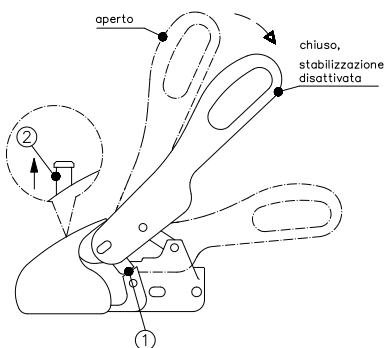

Figura 4
Per manovrare il rimorchio si prega di utilizzare le maniglie di appoggio applicate al rimorchio anziché la leva di manovra del WS 3000/WS 3500. Il giunto sferico aperto viene posto sul gancio a sfera del veicolo trainante (figura 4). A causa del carico verticale e dell'eventuale carico aggiuntivo del timone, il giunto sferico si richiude automaticamente e le linguette di sicurezza laterali (1) si trovano in posizione parallela rispetto alle superfici di sicurezza situate sulla gabbia (figura 4). Quando la sfera del giunto si trova nella gabbia del giunto, è possibile vedere la spina di colore verde dell'indicatore di controllo (2) (figura 4).
In caso di mancato impiego prolungato il rimorchio dovrebbe essere parcheggiato con giunto sferico chiuso: a questo scopo sollevare la leva di manovra aperta (figura 4) e contemporaneamente tirare in avanti la calotta sferica (elemento mobile - figura 9) oppure premere la **SAFETY BALL** nella cavità sferica e richiudere lentamente la leva di manovra.